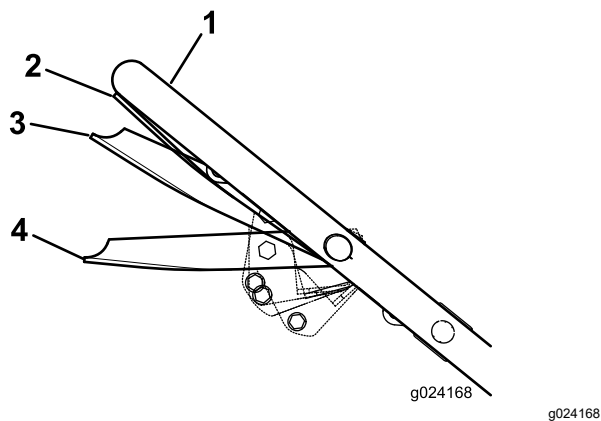

Figura 17
3. Apriete la barra de control de la cuchilla contra el manillar hasta la posición Marcha/avance (Figura 17).
Importante: Si cambia de velocidad mientras aprieta la barra de control de la cuchilla contra el manillar en la posición de **Marcha/avance**, podría dañar la transmisión. Mueva la barra de control de la cuchilla a la posición **Marcha/cambio** (Figura 17) antes de cambiar la velocidad de avance.